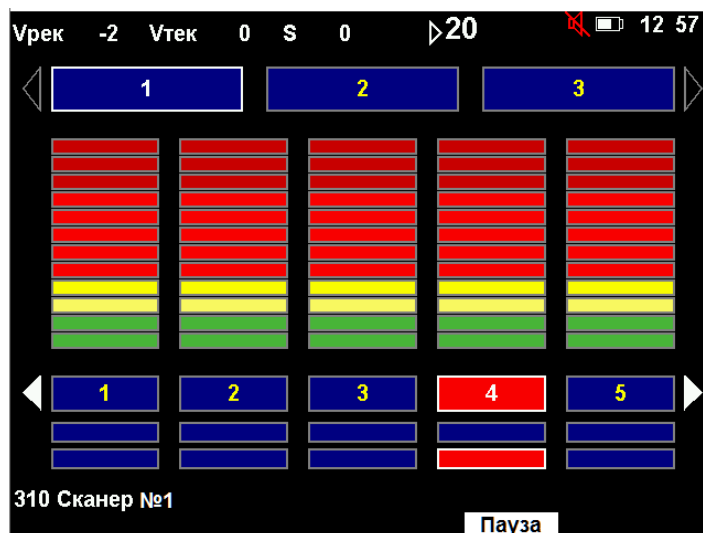

Рисунок 10.13
10.2.2.20 Провести мерой СО-211.01-Fe из комплекта мер искусственных дефектов КМИД-ВТ (далее мера СО-211.01-Fe) вдоль всех зон выбранного МВТП (МЦУ) и убедиться в срабатывании всех индикаторных шкал (см. рисунок 10.13), после чего нажать кнопку  (функциональная кнопка «Пауза»).